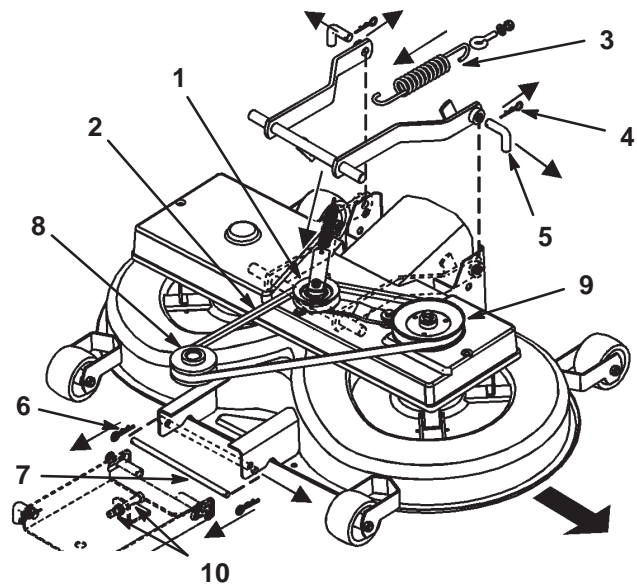

Bild 39
3. Ziehen Sie den Arm der Antriebseinheit nach innen. Entfernen Sie den V-Riemen von der Scheibe (Bild 39).
4. Nehmen Sie die Feder vom Schalthebel ab (Bild 39).
6. Entfernen Sie die zwei Splintclips von den zwei hinteren Stiften und nehmen Sie die Stifte ab (Bild 39). Für das Entfernen des zweiten Stifts benötigen Sie ggf. eine Zange.
7. Entfernen Sie den Splintclip vom vorderen Stift und nehmen Sie den Stift ab (Bild 39).
8. Entfernen Sie den V-Riemen von der Motorscheibe (Bild 39).
2. Entfernen Sie den V-Riemen und den Antriebsarm (Bild 39).
2. Drehen Sie den unteren Stift der Einstellung für die vordere Aufhängung in die untere Stellung der geschlitzten Löcher. Stellen Sie hierfür die 2 Muttern (M12) an der vorderen Aufhängung ein (Bild 39).